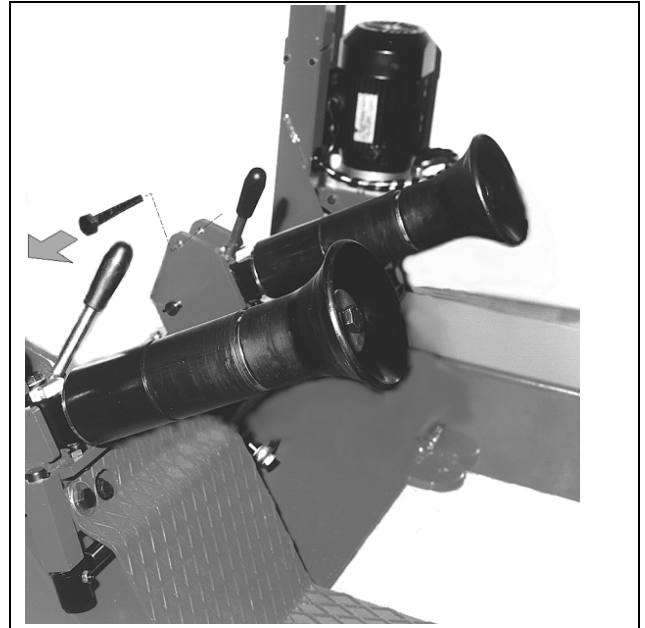

Abb.13
- D. Den Einhakbolzen für das Hochheben entfernen (Abb.13).